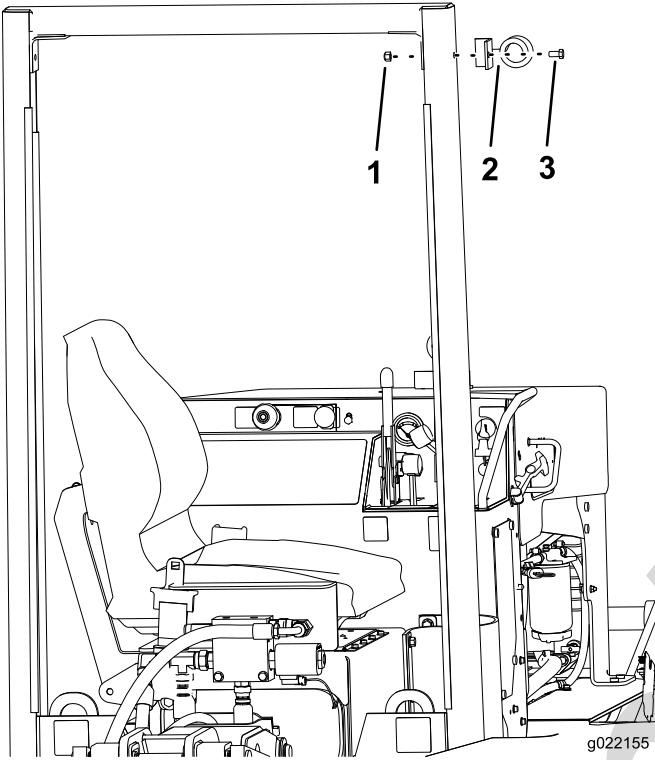

Figura 4
3. Sujete el soporte de la guía de cable del ROPS con 1 perno (3/8 pulgada) y 1 tuerca (3/8 pulgada), con la guía en el exterior del ROPS (Figura 4).